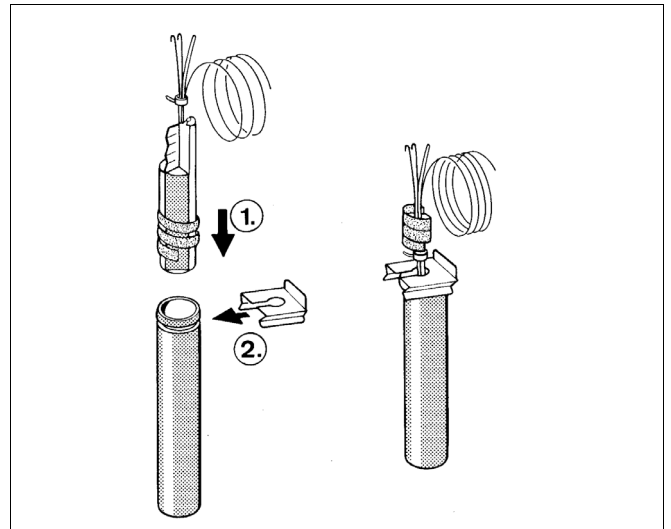

Fig. 4 Schéma de principe
- La spirale en plastique – pour l'assemblage des sondes – se rétracte automatiquement en l'insérant (fig. 4).
Pour garantir le contact entre le doigt de gant et les surfaces de la sonde et permettre ainsi un bon transfert de la température, le ressort compensateur doit être inséré entre les sondes (fig. 4).
- Appuyer l'arrêt de sécurité par le côté ou par le haut sur la partie supérieure du doigt de gant (fig. 4).